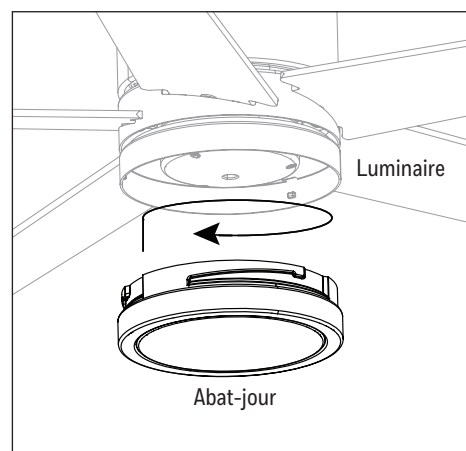

Figure 4.6
- Fixez l'abat-jour au luminaire en tournant l'abat-jour en verre dans le sens des aiguilles d'une montre jusqu'à ce qu'il soit fermement fixé au luminaire. **MISE EN GARDE:** Évitez de déformer le filetage en installant l'abat-jour. Si l'abat-jour fait l'objet d'une installation inadéquate, il pourrait être difficile à retirer ou même tomber, au risque de causer des blessures graves. (Figure 4.6).